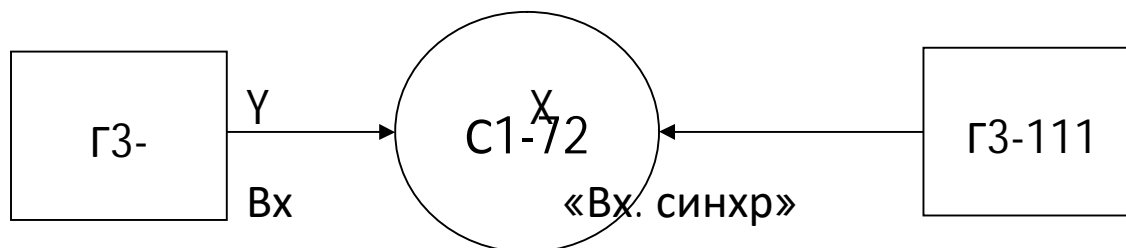

Рис.6. Схема измерения частоты методом сравнения.
3.4.1. Собрать схему измерения для измерения частоты сигнала методом сравнения по фигурам Лиссажу (Рис. 6).